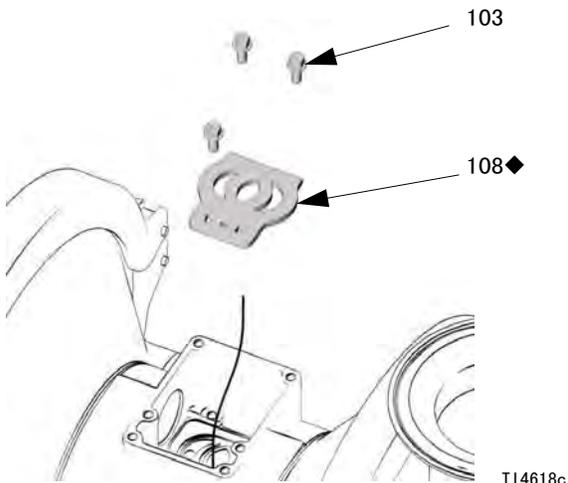

图 9
5. 检查阀板 (108) 情况。如有损坏，应使用梅花头 (T20) 螺丝刀或 7 毫米 (9/32 英寸) 套筒扳手卸下 3 个螺丝 (103)。卸下阀板 (108)。参见 图 9。
2. 将阀板 (108) 安装在机孔内，密封件朝下。用梅花头 (T20) 螺丝刀或 7 毫米 (9/32 英寸) 套筒扳手安装 3 个螺丝 (103)。将螺钉拧紧至底部伸出机壳。参见 图 9。